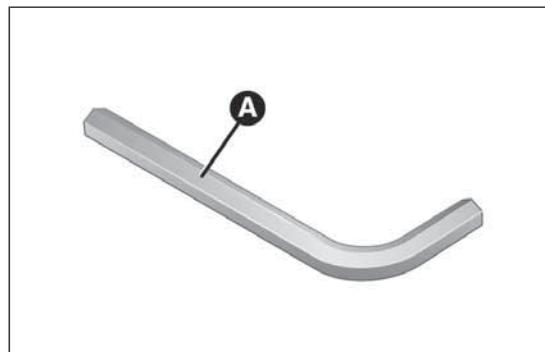

fig. 182
- utilizar la llave Allen A fig. 182 suministrada de serie;